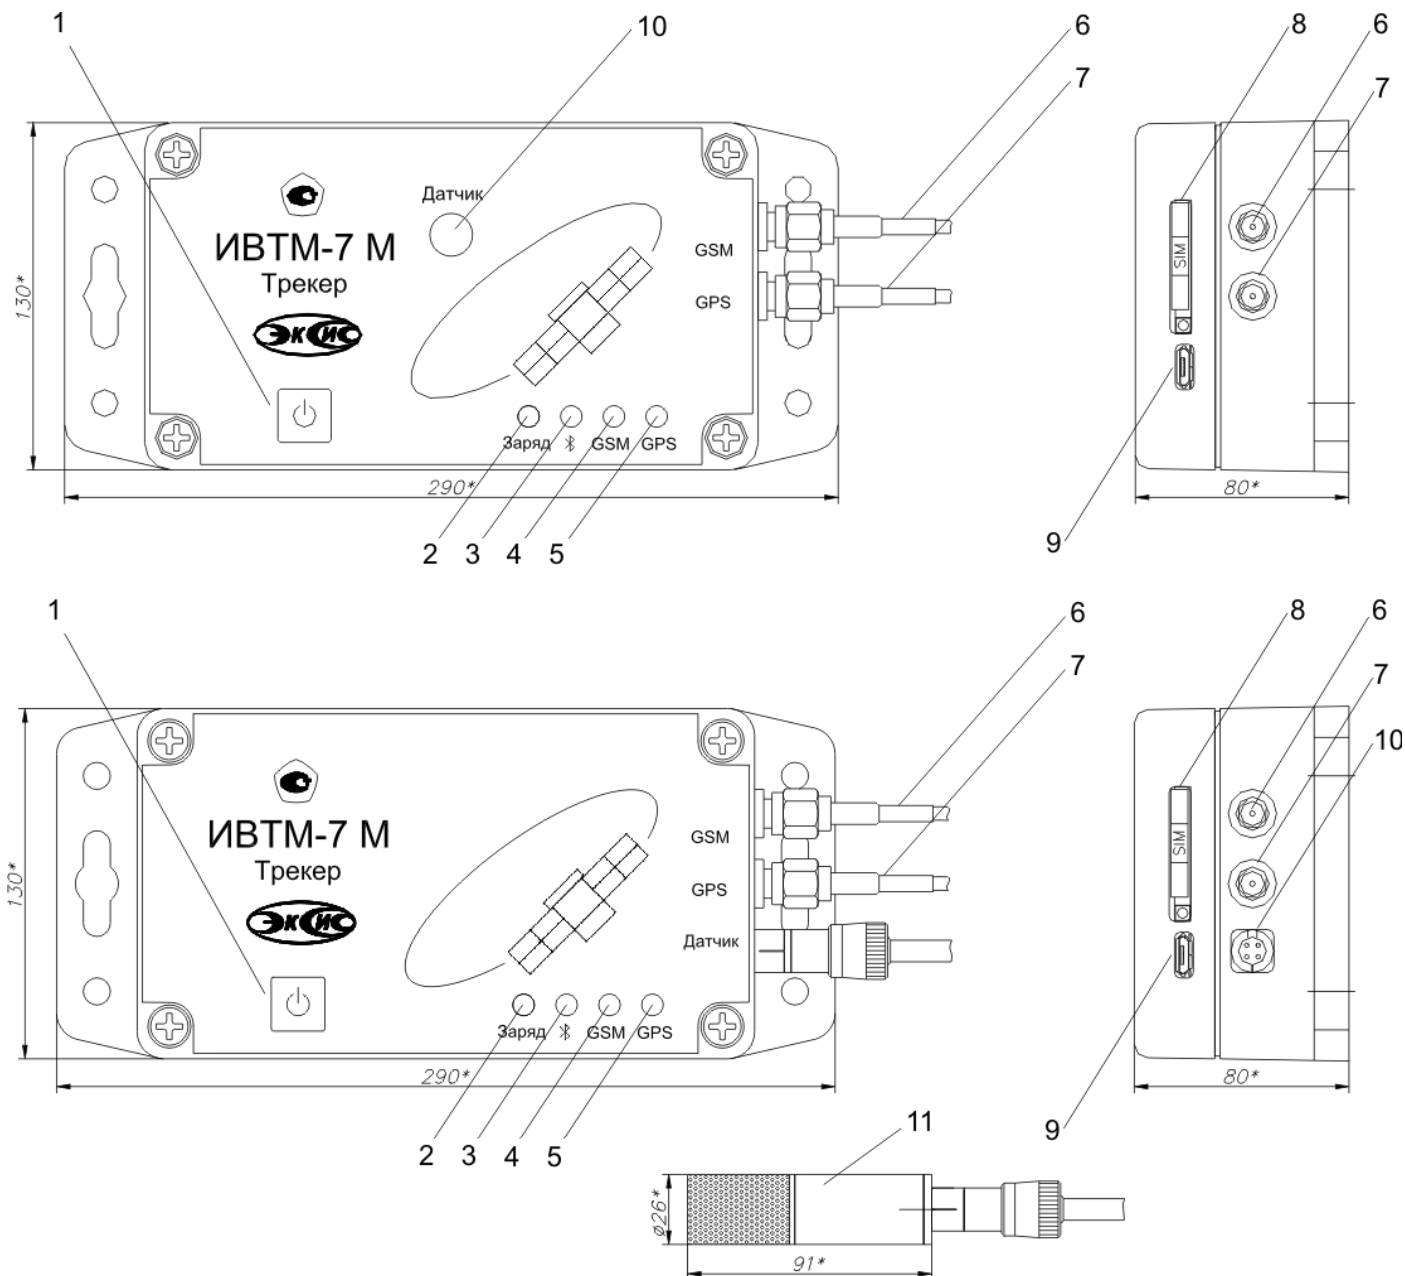

Рисунок 3.1 Внешний вид измерителя
- 5.1.2 Включить прибор кнопкой поз.1, рисунок 3.1.